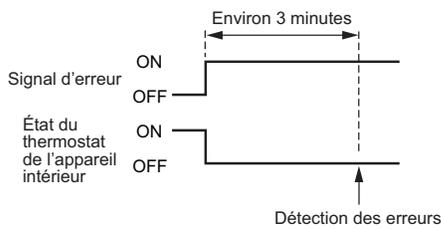

Fig. 5-7
③ Fonctionnement de l'appareil intérieur en cas d'entrée d'un signal d'erreur (Fig. 5-7)